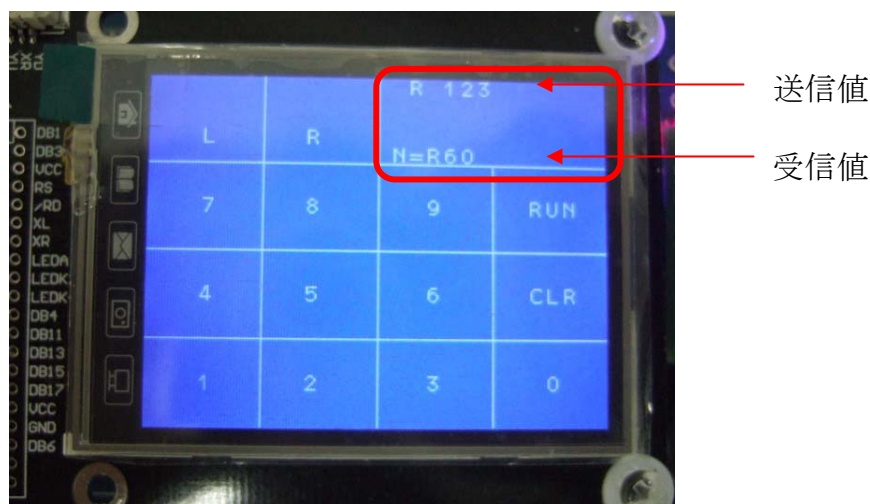

図4 RUN キーが押された時の画面
(1) タッチセンサの位置
- ・中央部分から右側を押すと、モータが右回転 (Rot R)、左側を押すとモータが左回転 (Rot L) します。(図 4)
(2) タッチセンサの圧力
入力された文字は、ディスプレイ右上の表示領域に表示されます。回転方向は、表示領域の最上段に表示されています。デフォルトではR（右回転）となっています。RUN キーが押されると、図4のように表示領域の最上段にその値が表示されます。これらの値が ZigBee によってモータコントローラに送信されます。表示領域の最下段には ZigBee によってモータコントローラから受信された回転方向と回転数の数字が'N='の後に表示されます。